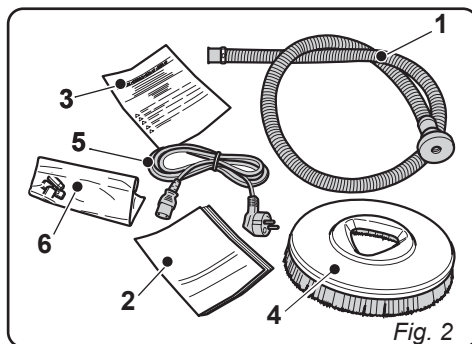

Fig. 2
- Retirer le sac (1) contenant les accessoires.
- Couper la bandelette (2).
- Retirer les blocs (3) et (4) en bois.
- Soulever la brosse (5) en appuyant sur la pédale (6) (voir paragraphe en question).
- Soulever la bavette (7) en soulevant la poignée (8) (voir paragraphe en question).
2.1.a - Équipement de la machine (Fig. 2)